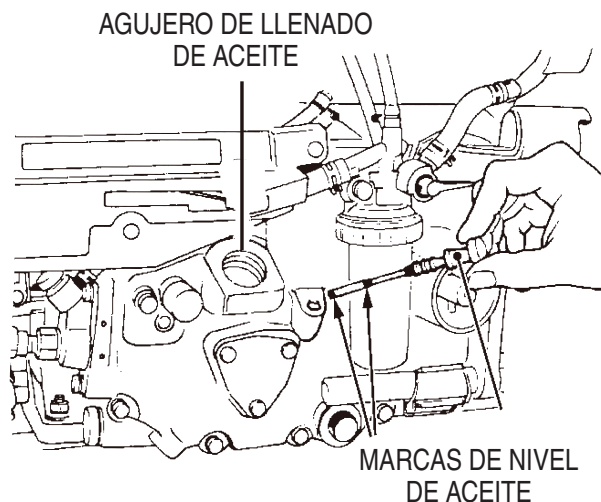

Figura 3. Nivel de aceite del motor
2. Saque la varilla de nivel del agujero de llenado de aceite del motor (Figura 3) y límpiela con un trapo.
3. Inserte y luego saque la varilla de nivel. Compruebe que el nivel de aceite esté entre las dos marcas de nivel de aceite en la varilla (Figura 3).